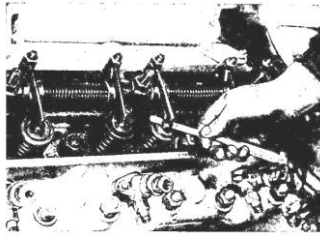

Рисунок 1.2 – Перевірка зазору між стержнем клапана і бойком коромисла
4. Перевірте щупом (рис. 1.2) і відрегулюйте зазор між стрижнем клапана і бойком коромисла обох клапанів 1-го циліндра.